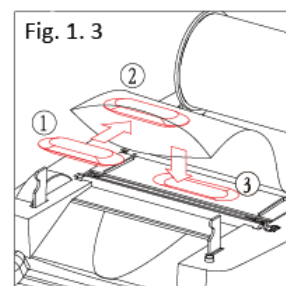

Fig. 1. 3
1.2.3 Ujistěte se, že je role správně umístěna v držácích po stranách (Fig. 1. 2. 3 a 1. 2. 4)